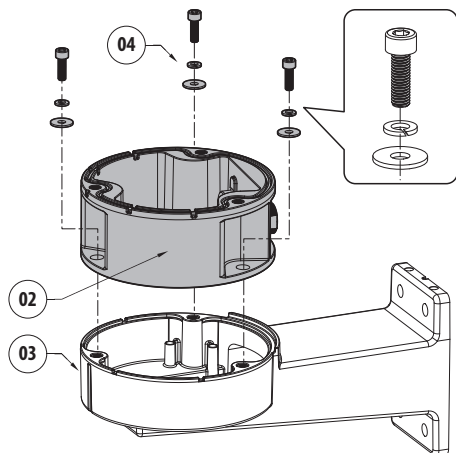

Fig. 2
Nel caso di installazione in abbinata al supporto UEBW, fissare il supporto con connettori ad innesto rapido (02) al supporto a parete (03) utilizzando le viti e le rondelle (04) in dotazione, facendo attenzione nell'allineamento dei due supporti (Fig. 2, pagina 3).